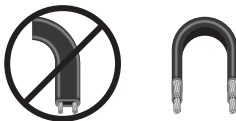

Рис. 2.
- 4.5. Не допускается изгибать кабель с радиусом изгиба меньше, чем указано в таблице 1 настоящего паспорта. Кабель должен изгибаться исключительно перпендикулярно плоскости ее жил (см. рис.2)